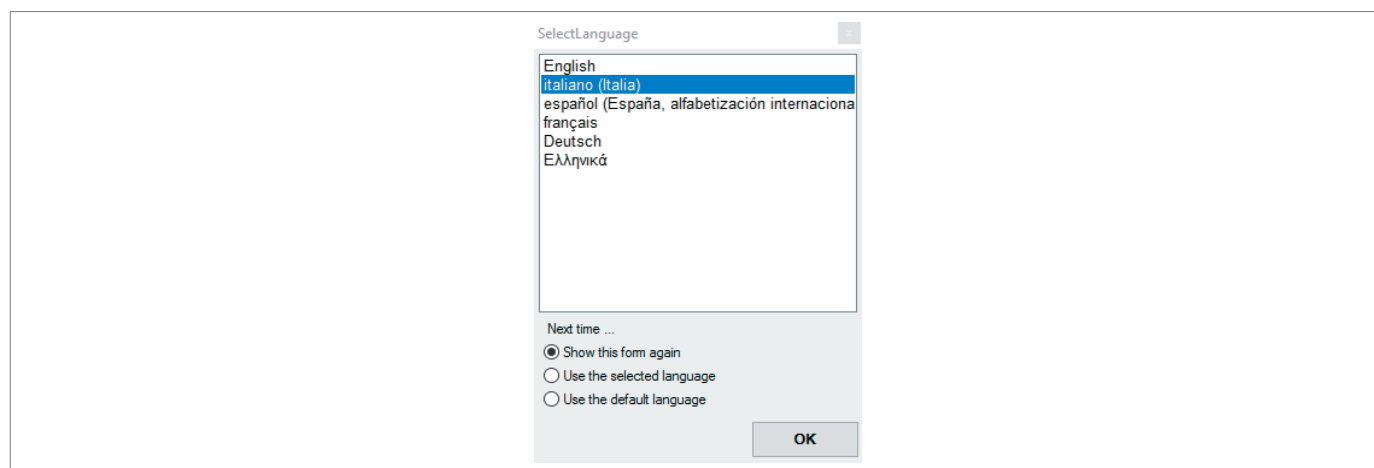

Fig. 8.10. Selezione lingua
2. Selezionare la lingua desiderata (Fig. 8.10).